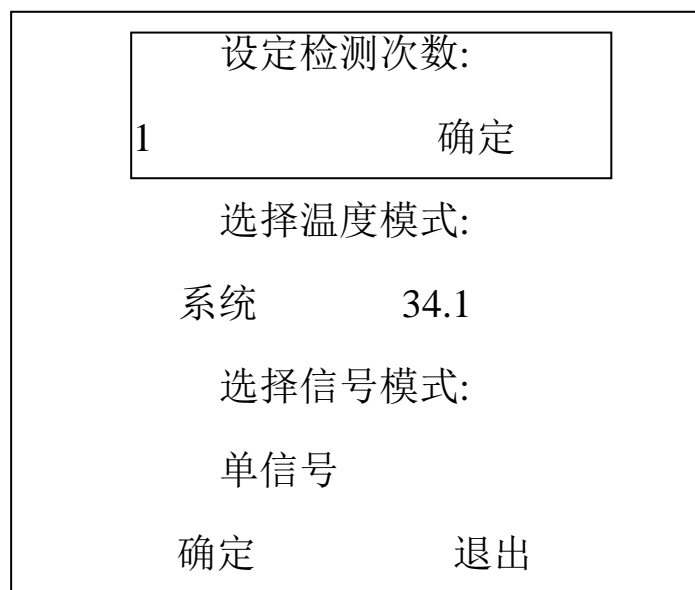

图 4
5. 使用配备的连接气管与过渡接头将密度继电器与仪器面板上的测量口相连接（如图 4 所示），使用配备的放气管与仪器面板上的放气口相连接，另一端与专用回收器皿连接。
进入“选择触点模式”菜单后用飞梭可以选择密度继电器的触点模式，有“常开”和“常闭”两个选项。注意：触点模式是指密度继电器非带载的状态。设置完成后旋转飞梭到最下面的“确定”选项，按“飞梭确定键”进入下一级菜单，如图 4 所示。